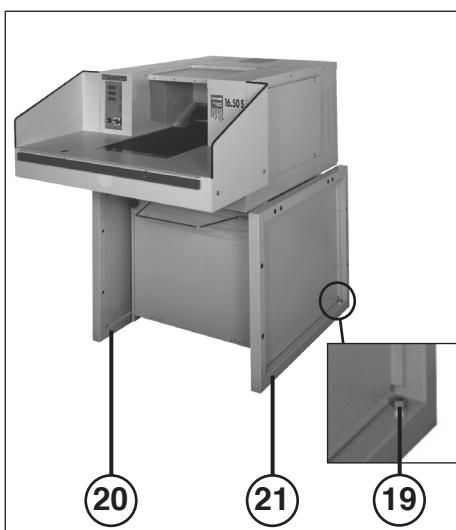

Abb. 2
- 19 = Ausgleichschraube (Abb. 2)
1. Das Zwischenblech (22) von den beiden Rahmen (20+21) mit Hilfe des mitgelieferten Spezialschlüssels abmontieren.
4. Das Zwischenblech (22) unterhalb des Tisches zwischen die beiden Rahmen bringen und dort mit jeweils 2 Schrauben (M10x20) und Federringen an den beiden Rahmen befestigen.
6. Unebenheiten des Bodens mit Hilfe der Ausgleichschrauben (19) ausgleichen (Abb. 2).